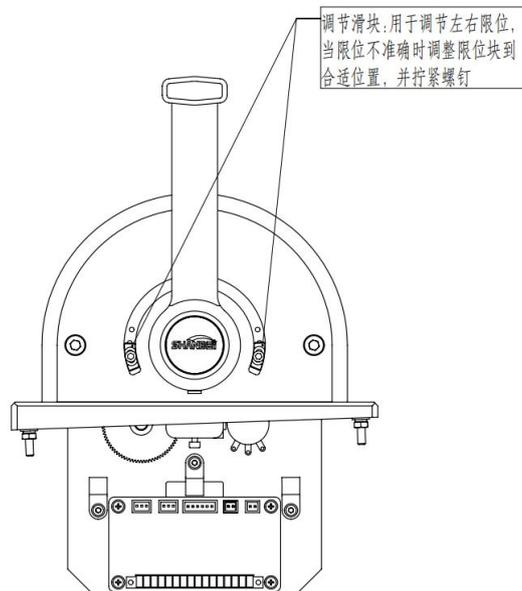

图 5.2 手柄调节图
② 握柄转动范围的调节，如图 5.2 中的调节滑块，用于调节左右限位，当限位不准确时调整滑块到适当位置并拧紧螺丝。